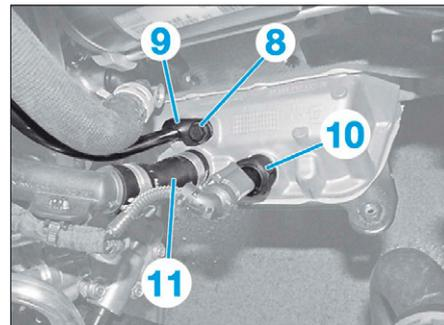

FIG. 20
- la vis (8) (Fig.20),
- le guide de jauge de niveau d'huile (9),
- le capteur de niveau et température d'huile moteur (10),